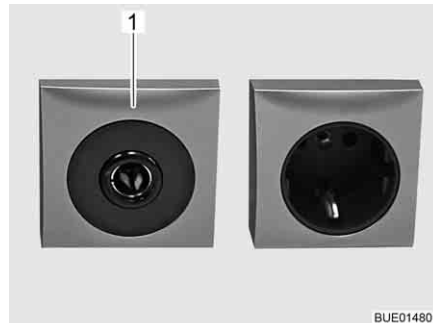

Bild 103 Uttag 12 V/10 A
- ▷ Till 12 V-nätets eluttag (Bild 103,1) får endast apparater med maximalt 10 A anslutas.